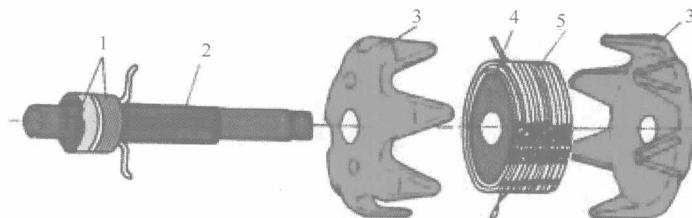

图 1-2 转子的结构形式
(1) 转子 转子的功用是产生旋转磁场。转子由爪极、磁轭、磁场绕组、集电环、转子轴组成。转子的结构形式如图 1-2 所示。